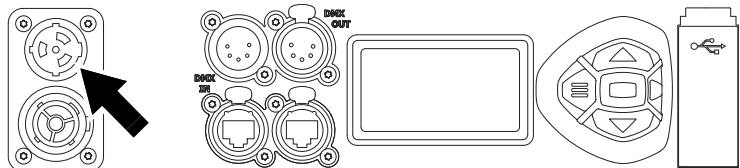

Figure 7 : Embase d'entrée d'alimentation
2. Voir la Figure 7. Aligned les détrompeurs du connecteur TRUE1 TOP du câble d'alimentation avec ceux de l'embase MAINS IN (voir ci-contre). Insérez le connecteur et tournez-le dans le sens des aiguilles d'une montre pour le verrouiller.